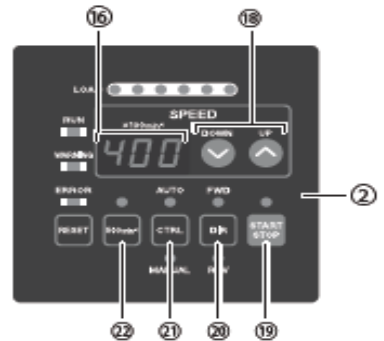

图24
15 - 1 选择控制模式 (MANUAL/AUTO)。(选择图24的控制切换按钮 (CTRL) ⑳。)
- (1) 使用控制切换 (CTRL) 按钮可在手动 (前面板控制) 或自动 (外部信号源) 模式之间进行选择。外部信号源可用于从外部控制源 (CNC) 控制马达启动/停止、旋转方向、马达转速等。
- (2) 当使用控制器的操作面板操作时, 按下图24所示的控制切换按钮 (CTRL), 然后选择MANUAL。MANUAL LED指示灯将亮灯。
当从外部信号源操作时, 按下图24所示的控制切换按钮 (CTRL), 然后选择AUTO。AUTO LED指示灯将亮灯。
- (1) 设定马达旋转方向 (通过图24的⑳所示的旋转方向设定按钮 (DIR进行设定))。
- (2) 设定500min⁻¹定心作业 (通过图24的㉑所示的500min⁻¹按钮进行设定)。
- (3) 马达启动/停止 (通过按下图24的⑲所示的马达启动/停止按钮 (START/STOP))。
- (4) 设定马达转速 (通过图24的⑱所示的转速设定按钮 (SPEED ↑, ↓) 进行设定)。
设定参数<P2> 为<on> 将允许使用图24的⑩所示的转速设定按钮（SPEED ↑，↓）在自动模式下调节马达转速。